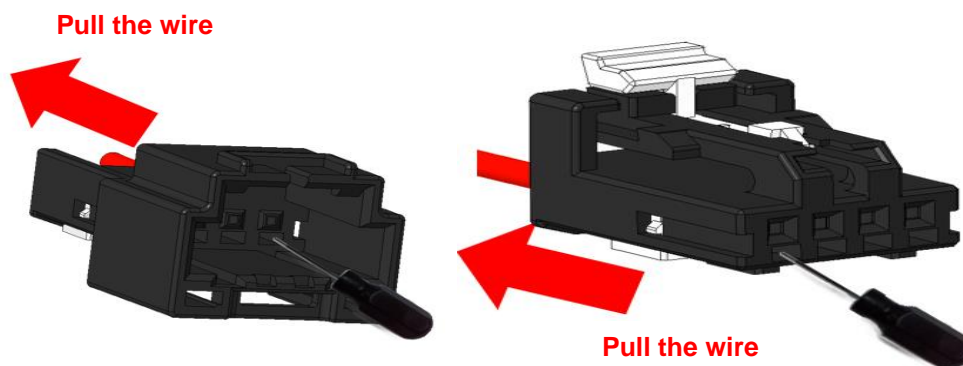

Fig. 11
(1) Check the TPA status(Pre-Lock). If TPA is Final Lock status, It should be Pre-Lock status (See Par.5.1.). The contact can't be extracted in Final Lock status.
(2) Extract the TML with pulling the crimped wire while pressing latch slightly using Extraction Tool. (Push the terminal to the bottom end of the cavity once before this operation makes the operation easier. -see Fig.11)
(1) TPA 가 Pre-Lock 상태인지 확인하십시오. Final Lock 상태에 있다면, Pre-Lock 상태로 바꾸어야 한다(Par.5.1. 참조). Final Lock 상태에서는 단자를 빼내는 것이 불가능하다.
(2) Tool 로 lance 를 가볍게 누르면서 Crimped wire 를 당겨 단자를 빼내시오. (이 작업 전에 cavity 의 바닥 끝으로 단자를 한번 밀어주는 것이 작업을 더 용이하게 한다. - Fig.11 참조)